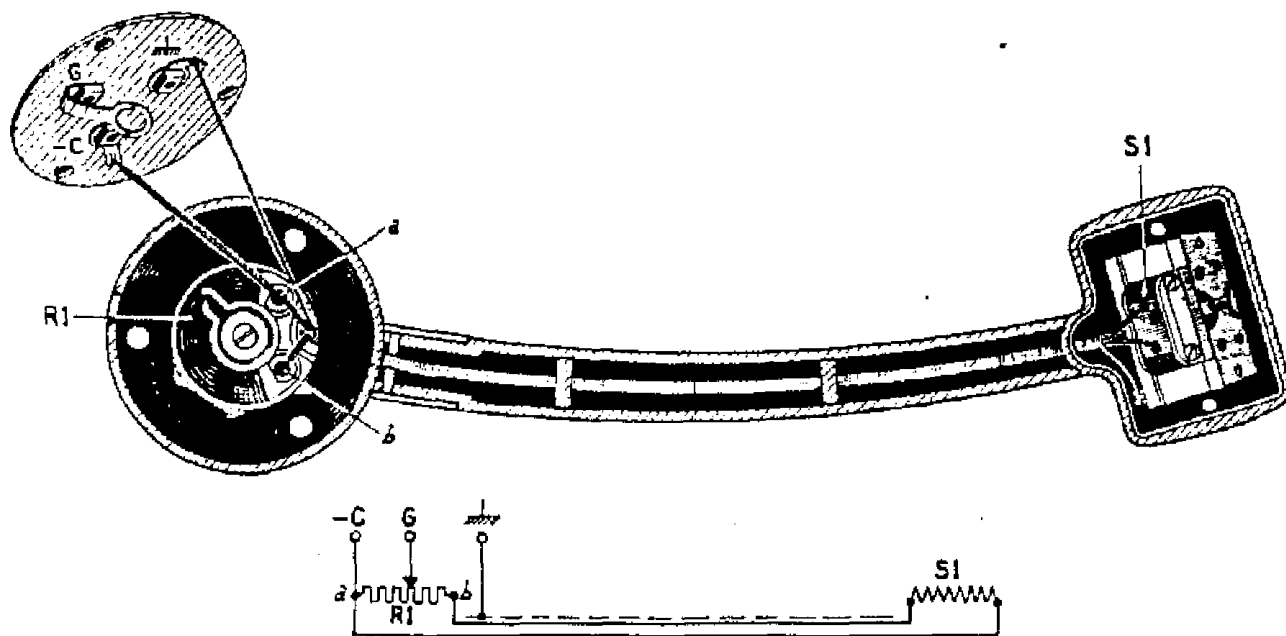
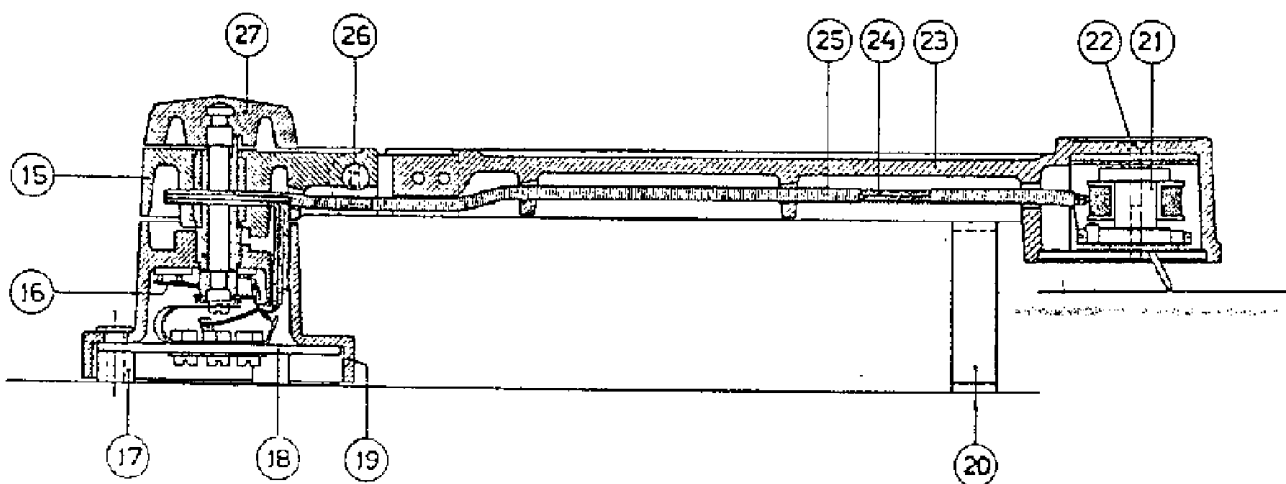

Fig. 6.
Fig. 12.
Deze gramfoonopnemer bestaat uit een philite voet (fig. 12 pos. 19), waarin de potentiometer is gebouwd, een draaistuk (pos. 15), waaraan de arm (pos. 23) scharnierbaar is aangebracht, Pos. 21 het magneetsysteem en pos. 27 bedieningskrop voor de potentiometer. Het spiraalveertje (pos. 25) dat in den arm en het draaistuk is bevestigd en dient voor de afscherming der 2 verbindingsdraden (pos. 24) van het magneetsysteem tegen het koolweerstandje, is aan de aardklem van het aansluitplaatje (pos. 18) vastgesoldeerd.
De 2 schroeven (fig. 12 pos. 22) worden losgedraaid. De 2 verbindingen worden bij de aansluitpunten op het spoeltje S1 zie fig. 6 losgesoldeerd, terwijl de afschermendraad van een schroef aan het systeem wordt losgenomen. Bij het inbrengen van een nieuw systeem dient men speciale zorg te dragen dat de rubberschijf welke ten doel stelt het systeem onwrikbaar vast in het huis op te sluiten, zoodanig wordt gelegd, dat de dekplaat volkomen recht op het huis komt te liggen en de sponning voor de pick-up naald precies overeenkomt met het ovale gat in de dekplaat. Bij latere series is een prespaan plaatje toegevoegd. Tegen het dekplaatje zijn twee stukjes prespaan geplakt om het magneetsysteem
Wordt bij het draaien aan de bedieningsknop een krakend geluid waargenomen dan kan dit veroorzaakt worden tengevolge van beschadiging aan het koolweerstandje R1 (fig. 6) en dient men het gehele philite voetstuk te vervangen. Men vange aan met het uitboren der drie felsbussen waarmede het deksel tevens aansluitplaatje (fig. 12 pos. 18) in den voet wordt gehouden. Van dit deksel worden de verbindingen aan de lipjes der felsmoeren gemerkt met „aarde” en „c” losgesoldeerd. (Zie fig. 6). Daarna wordt het spiraalveertje door een schroefsluitring van de centrale schroef verwijderd. De ronde moer die hierop volgt wordt losgedraaid, waardoor men in staat is de bedieningsknop en het draaistuk af te nemen. De twee verbindingen komende van het systeem, worden van de aansluitpunten aan het koolweerstandje A en B op fig. 6 losgesoldeerd.
teekening van fig. 6 aangesloten, waarbij het daarondergeteekende principieschema mede van dienst kan zijn. Het dekplaatje wordt tenslotte met 3 felnaafjes code no. 25.983.730 aan het voetstuk vastgefeld.
Uit bovenstaand voorschrift volgt tevens op welke wijze men het sleepveertje (fig. 12 pos. 16) uit kan wisselen. Echter dient men er wel op te letten dat hiervoor dezelfde cylinderschroef wordt gebruikt daar het oog van het hieronderliggende contactveertje niet over een schroef met grotere kopdiameter zou passen. De contactpunten van het sleepveertje behoren zoodanig afgesteld te worden dat ze beide het weerstandje over den geheelen weg raken. Bij montage borgt men den cylinderschroef met borgverf.
Bij demontage dezer arm is het niet noodig den voet met draaistuk en bedieningsknop los te nemen. Alleen de verbindingen aan de zijde van het magneetsysteem worden losgeschroefd en het systeem zelve op de bekende wijze losgenomen. Het stelschroefje in het scharnierpennetje (fig. 12 pos. 26) wordt losgedraaid, waarna men dit pennetje kan uittikken.